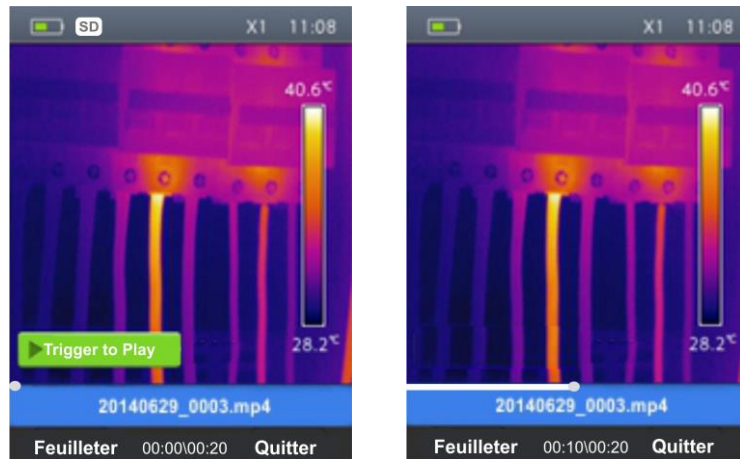

Fig. 33 : Lecture d'une vidéo à l'écran
1. Appuyer sur la touche  et rappeler la vidéo à l'écran (voir Fig. 33 – Partie gauche)
4. Appuyer sur la touche **T** (Trigger) pour activer la lecture de la vidéo. Un curseur et une barre de progression sont affichés à l'écran (voir Fig. 33 - partie droite)